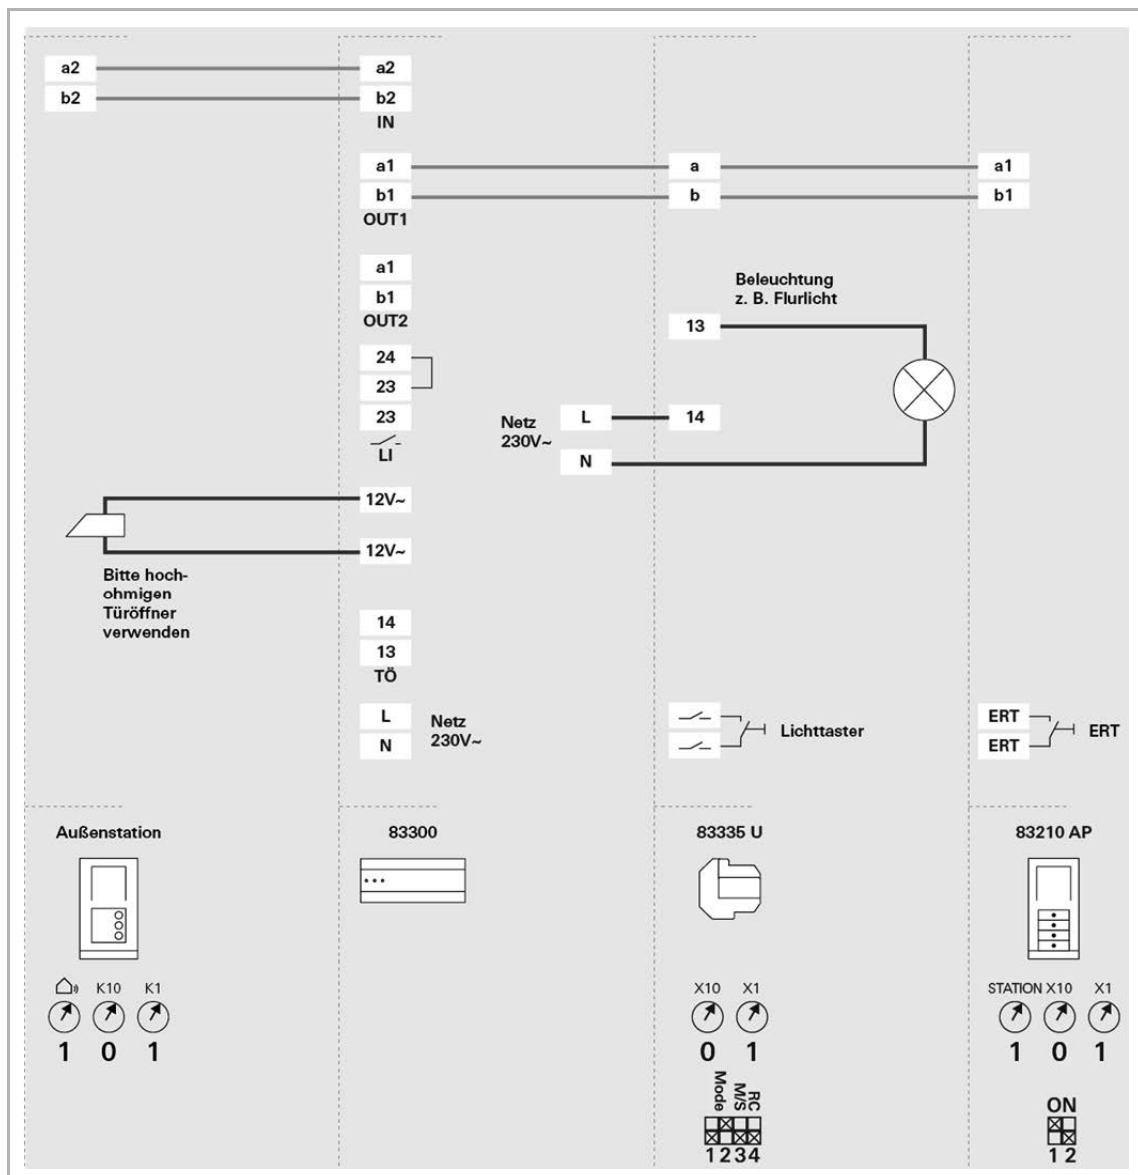

Abb. 35: Schaltaktor Unterputz 83335 U – Betriebsart Licht
4.24.3 Betriebsart Licht (Abb. 35)